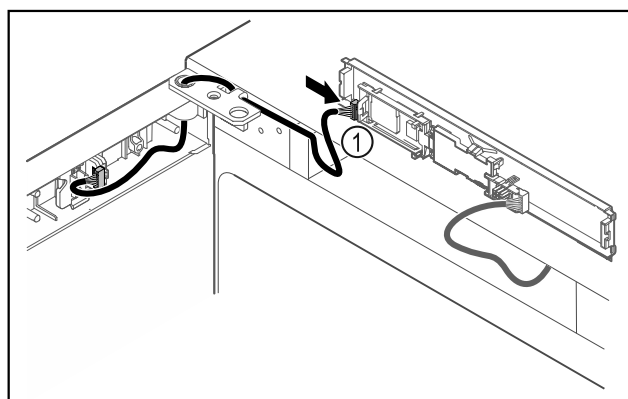

Fig. 42
- Brancher le connecteur Fig. 42 (1) sur la platine.